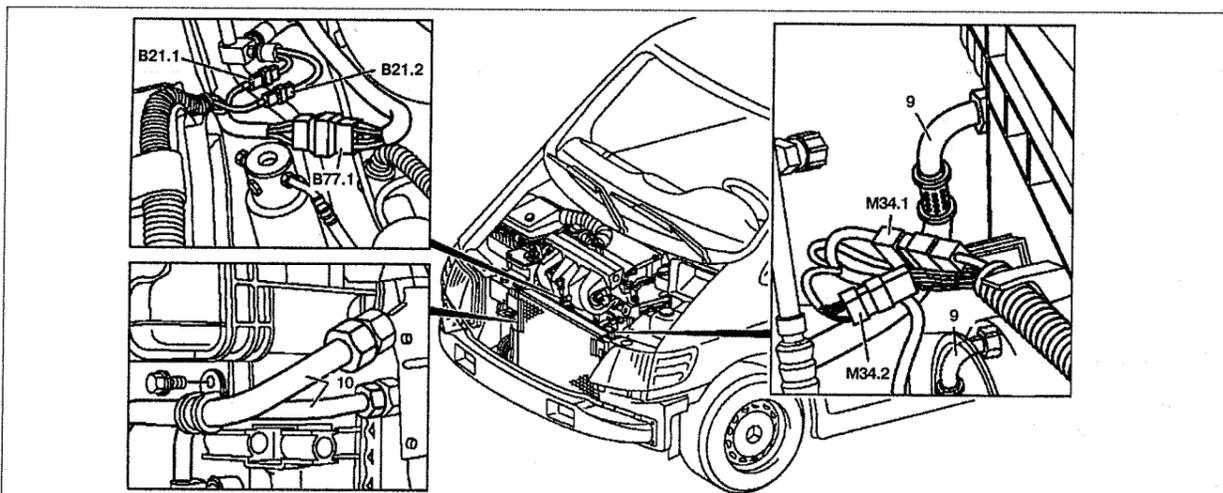

Рис. 2.100. Отсоединение электропроводки от радиатора:
7. Отсоедините трубки охлаждающей жидкости 9 от радиатора 6 (см.рис.2.100).